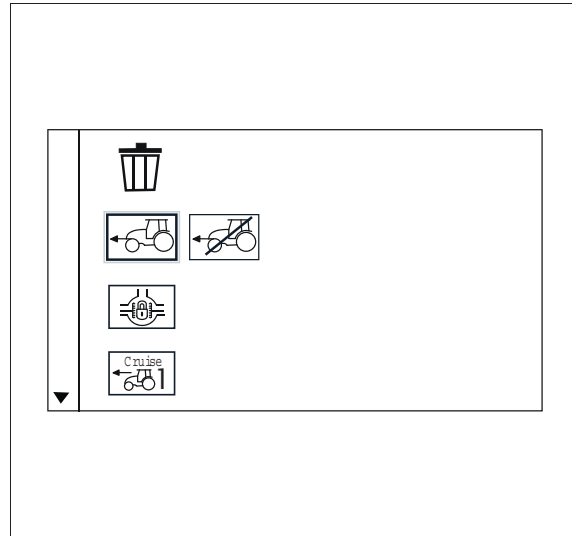

Fig. 11.
1. Vuelva a la vista de modificación de programas *fig. 11*.